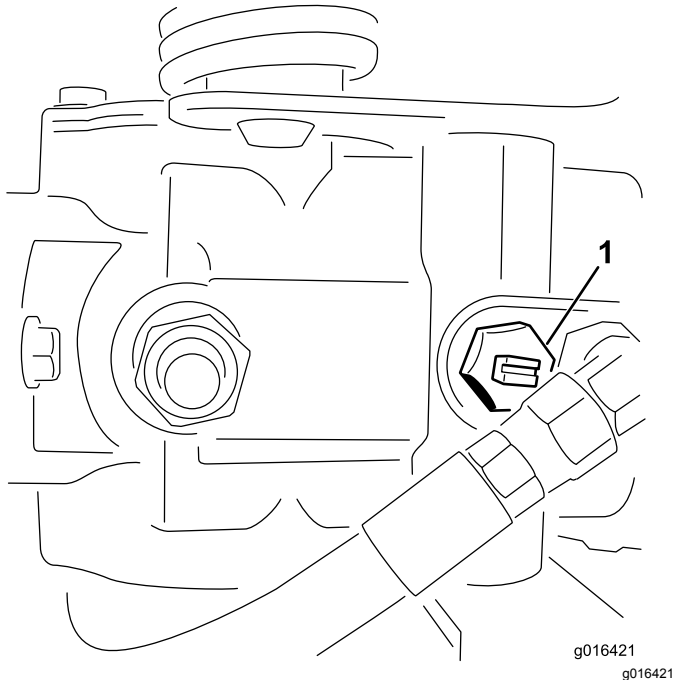

Bild 27
1. Ermitteln Sie das Sicherheitsventil an der Pumpe und drehen Sie es um zwei ganze Umdrehungen nach links (Bild 27).
2. Drehen Sie das Sicherheitsventil um zwei ganze Umdrehungen nach rechts, um es zu schließen, bevor Sie den Motor anlassen (Bild 27).